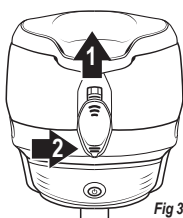

Fig 3.2
2. D'une main, poussez le bouton de verrouillage vers le haut et, de l'autre main, appuyez sur le bouton de libération des coquilles (Fig. 3.2) pour séparer la coquille supérieure et la coquille inférieure.